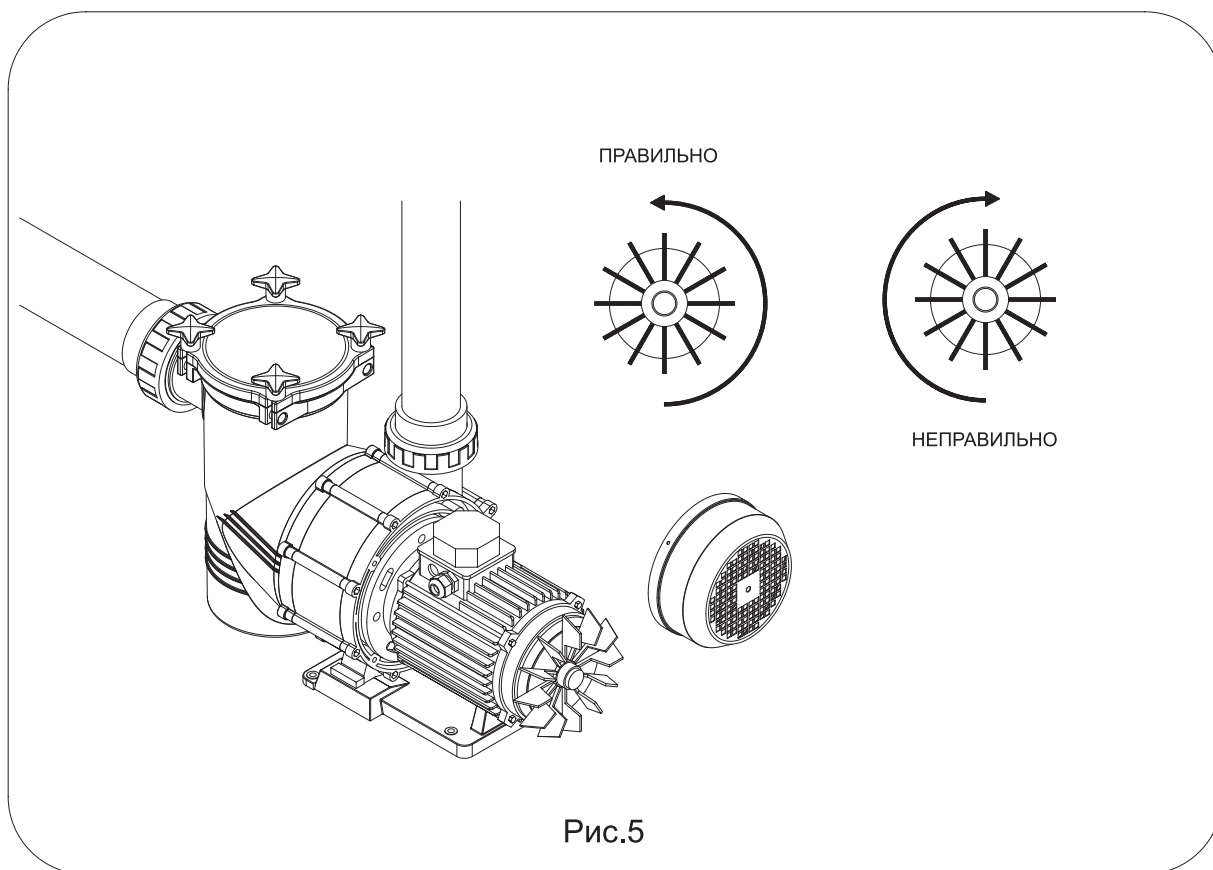

Рис.5
- Надеть крышку на предварительный фильтр и закрыть её, не забыв при этом установить соединение внутрь корпуса (Рис.5).
- Всякий раз при открытии предварительного фильтра необходимо удалять загрязнения из соединения и гнезда соединения. Это необходимо для обеспечения закрытия крышки (Рис.5).